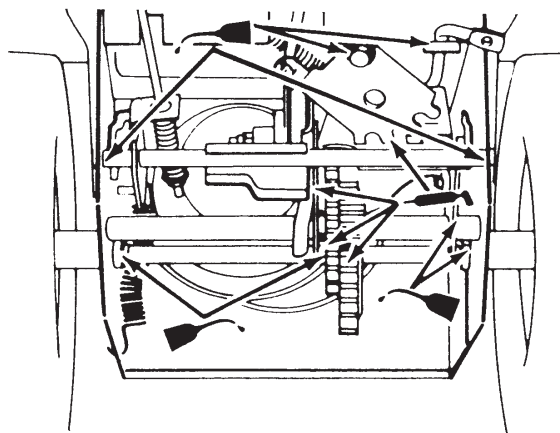

Figura 28
6. Lubrificare leggermente lo spazzaneve con olio leggero, come illustrato nella Figura 28.
8. Lubrificare lo spazzaneve con del grasso, come illustrato nella Figura 28.